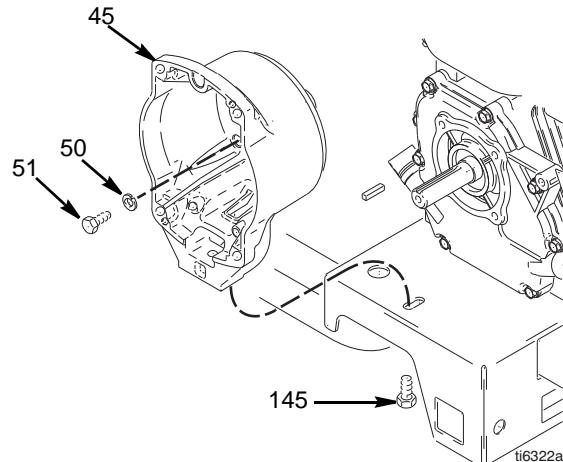

FIG. 11
3. FIG. 11. Ta clutchen (+) og clutch(-) koplingene av kabelstokken som sitter under sprøyterns vogn.
2. FIG. 11. Fjern de fire skruene (51) og låseskivene (50) som fester clutchhuset (45) til motoren.
3. Fjern skruen (145) som sitter under monteringsplaten.
4. Trekk clutchhuset (45) av.